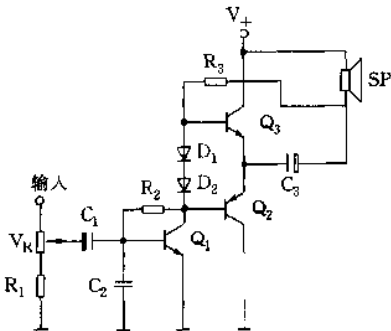

图 2-63
(1)互补对称式功率放大器如图 2-63 所示,其中, Q_1 为推动激励管, Q_2 和 Q_3 组成互补对称 OTL 电路, D_1 和 D_2 使 Q_2 和 Q_3 基极的偏压几乎和 Q_1 的集电极电流无关,并稳定在 $0.9V$ 左右,可以消除因工作在乙类时可能产生的较大的交越失真,还可使电路的调整得以简化。